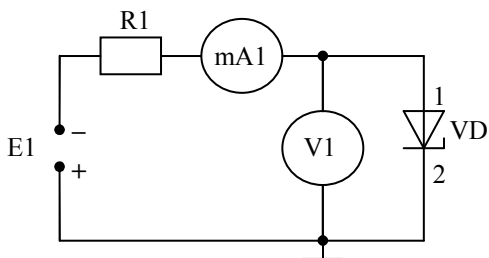

Рис.3. Электрическая схема для снятия ВАХ стабилитрона
2. Собрать схему для снятия ВАХ исследуемого кремниевого стабилитрона (рисунок 3).